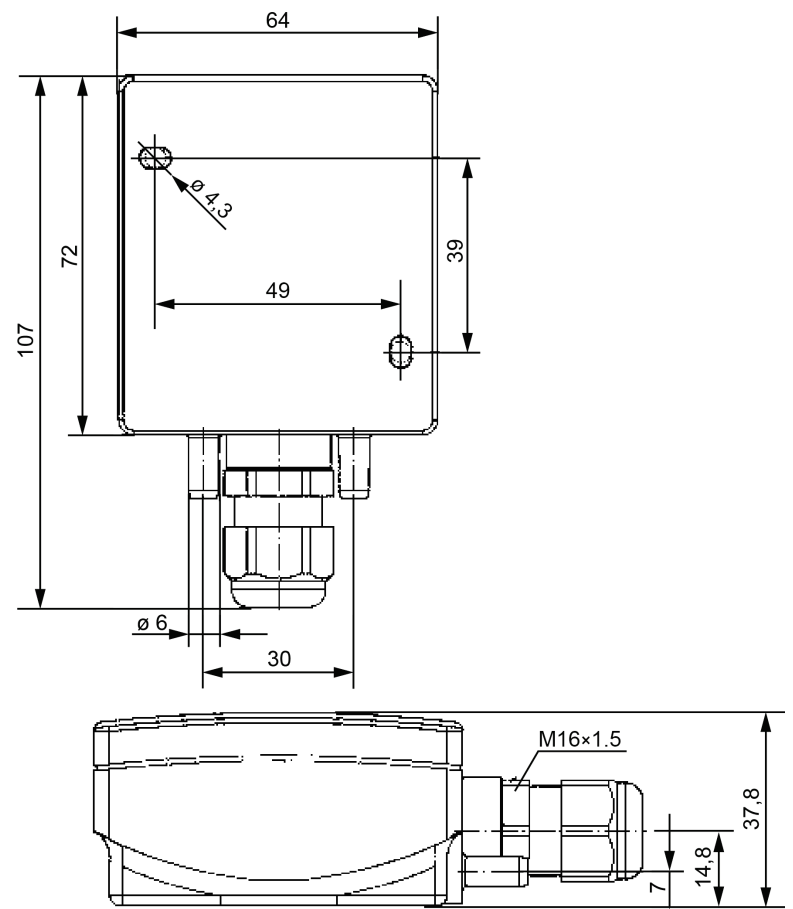

Рисунок 3.1 – Габаритные и установочные размеры
Габаритные и установочные размеры	См. рисунок 3.1
• габаритные и присоединительные размеры на технологическом объекте соответствуют размерам преобразователя (см. рисунок 3.1);
2. Подготовить место для установки преобразователя (см. рисунок 3.1).